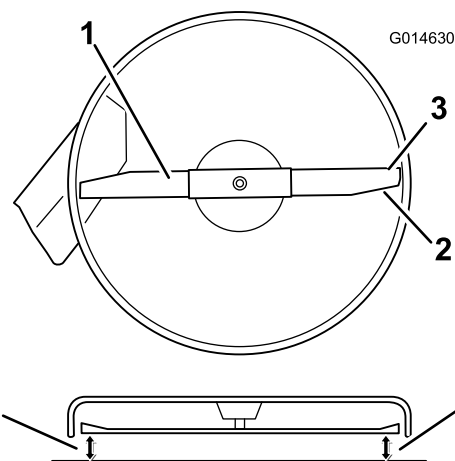

Figura 50
4. Rode cuidadosamente a(s) lâmina(s) para que todas estejam alinhadas (Figura 50).
5. Meça entre as extremidades de corte exteriores e a superfície plana (Figura 50). Se ambas as medições não se encontrarem dentro do intervalo de 5 mm, é necessário um ajuste, continue com este procedimento.